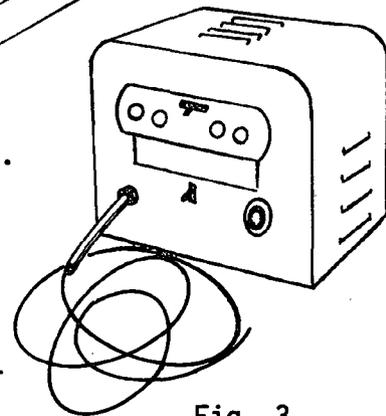

Fig. 3
2) Transformador de alta frequência (fig. 3).